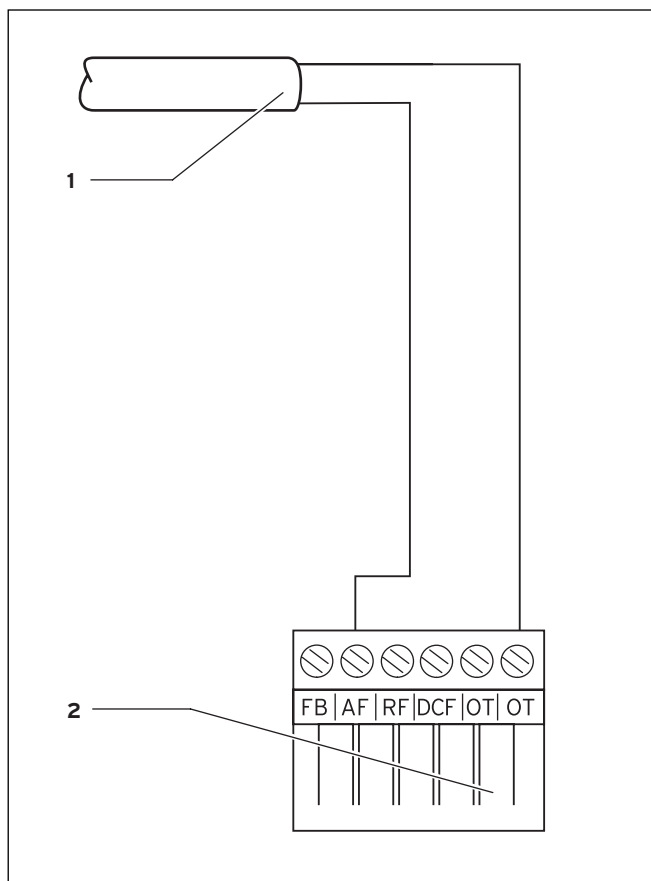

Bild 5.2 Elanslutning av utegivare VRC 693
- ⇒ Anslut anslutningskabelns till den 6-poliga stickkontakten enligt bild 5.2.